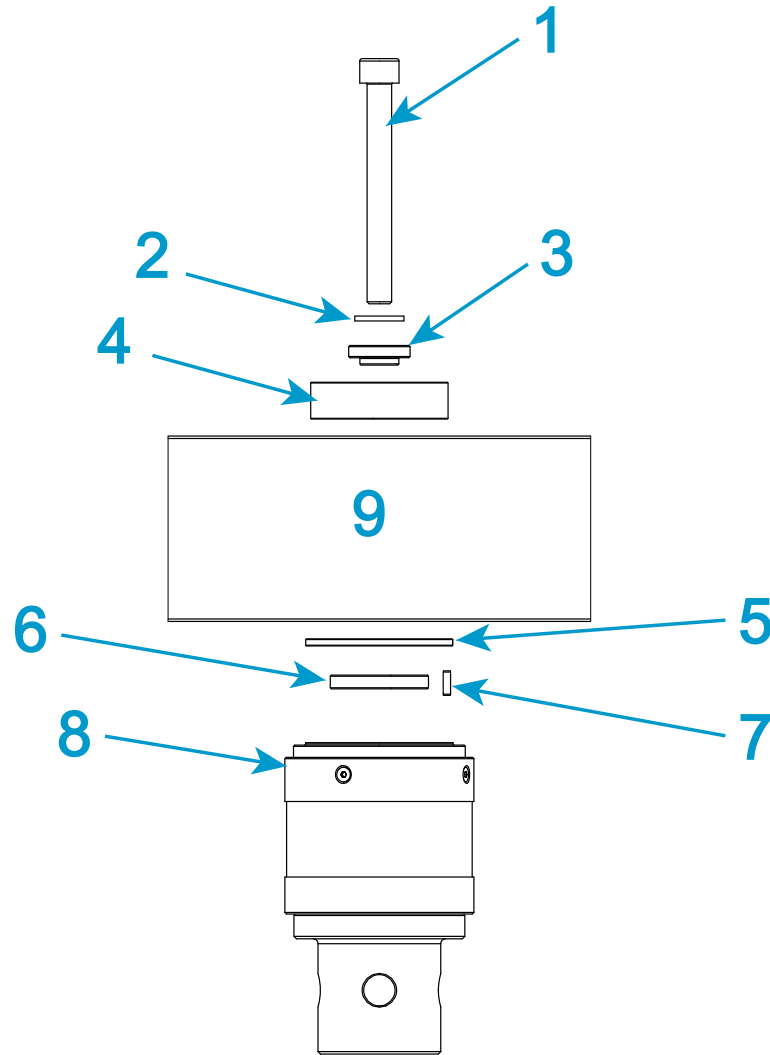

Figura 24. Instalación de una célula de carga 2580 (capacidades de 500 N a 5 kN)
Leyenda de la Figura 24
1. Consulte la Figura 24 y la tabla asociada, y prepare el hardware de montaje adecuado.
2. Monte el hardware que se muestra encima de la cruceta en la Figura 24 y colóquelo en la parte superior del orificio central de la cruceta.